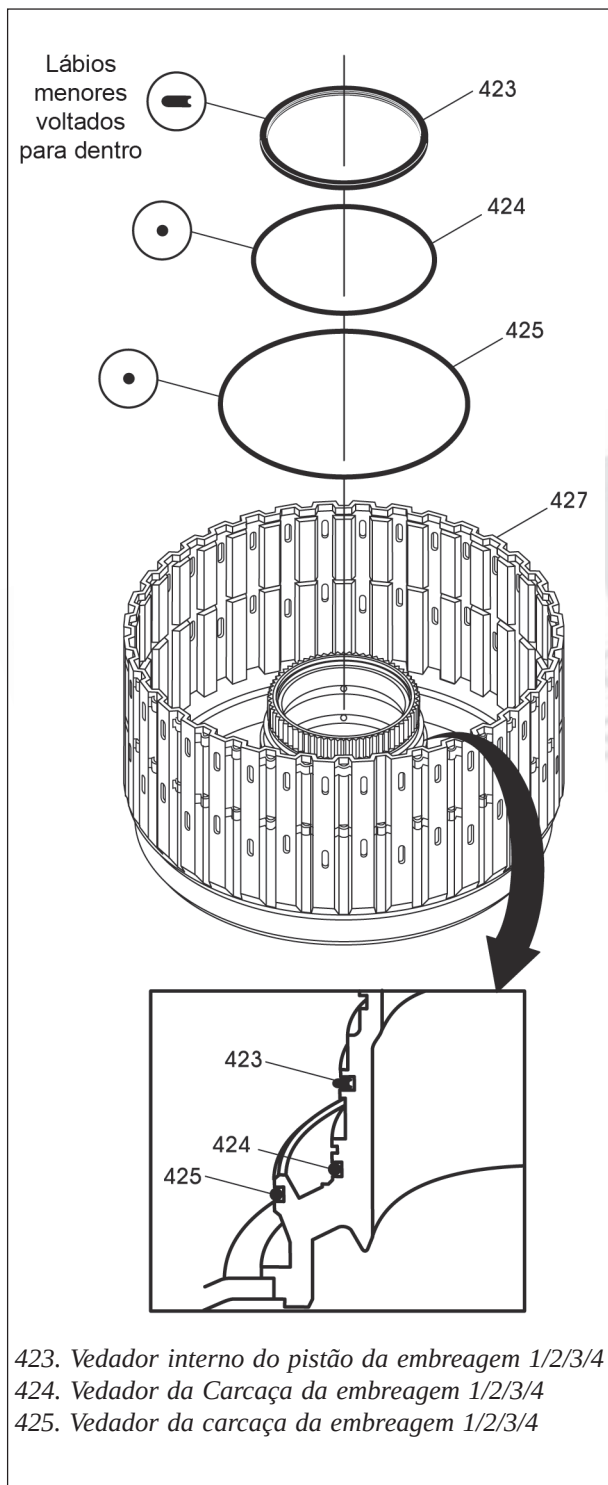

Figura 94
9. Instale somente os dois anéis O-ring em suas ranhuras no cubo da carcaça das embreagens 1/2/3/4 e 3/5/Ré, conforme mostra a figura 94. **Nota: NÃO instale o vedador interno da embreagem 1/2/3/4 na ranhura superior por enquanto. Instalaremos este vedador após instalarmos o anel trava do pistão da embreagem 3/5/Ré.**